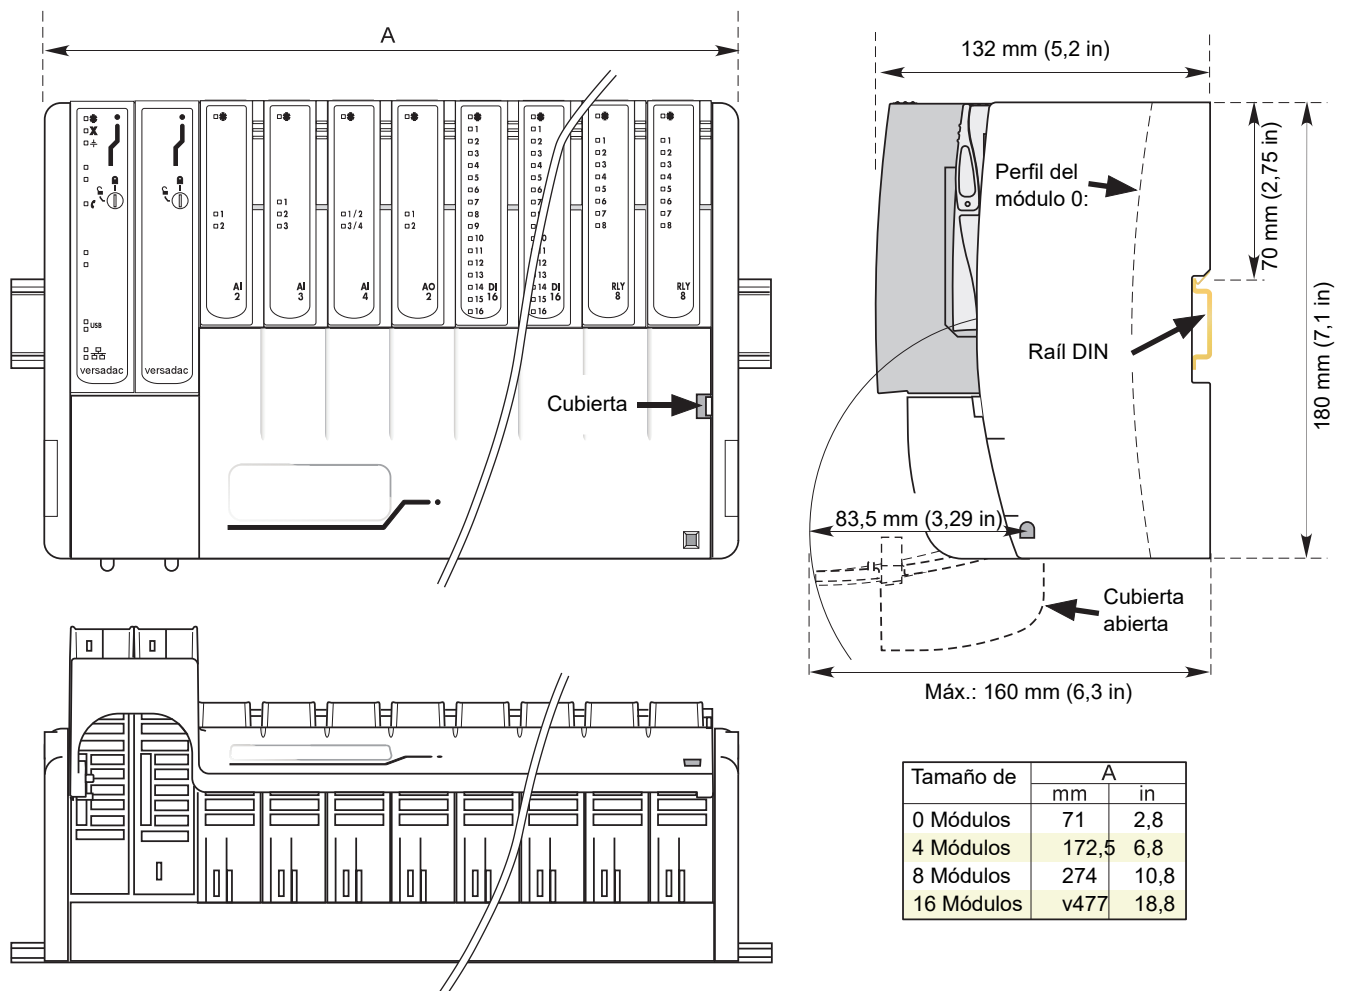
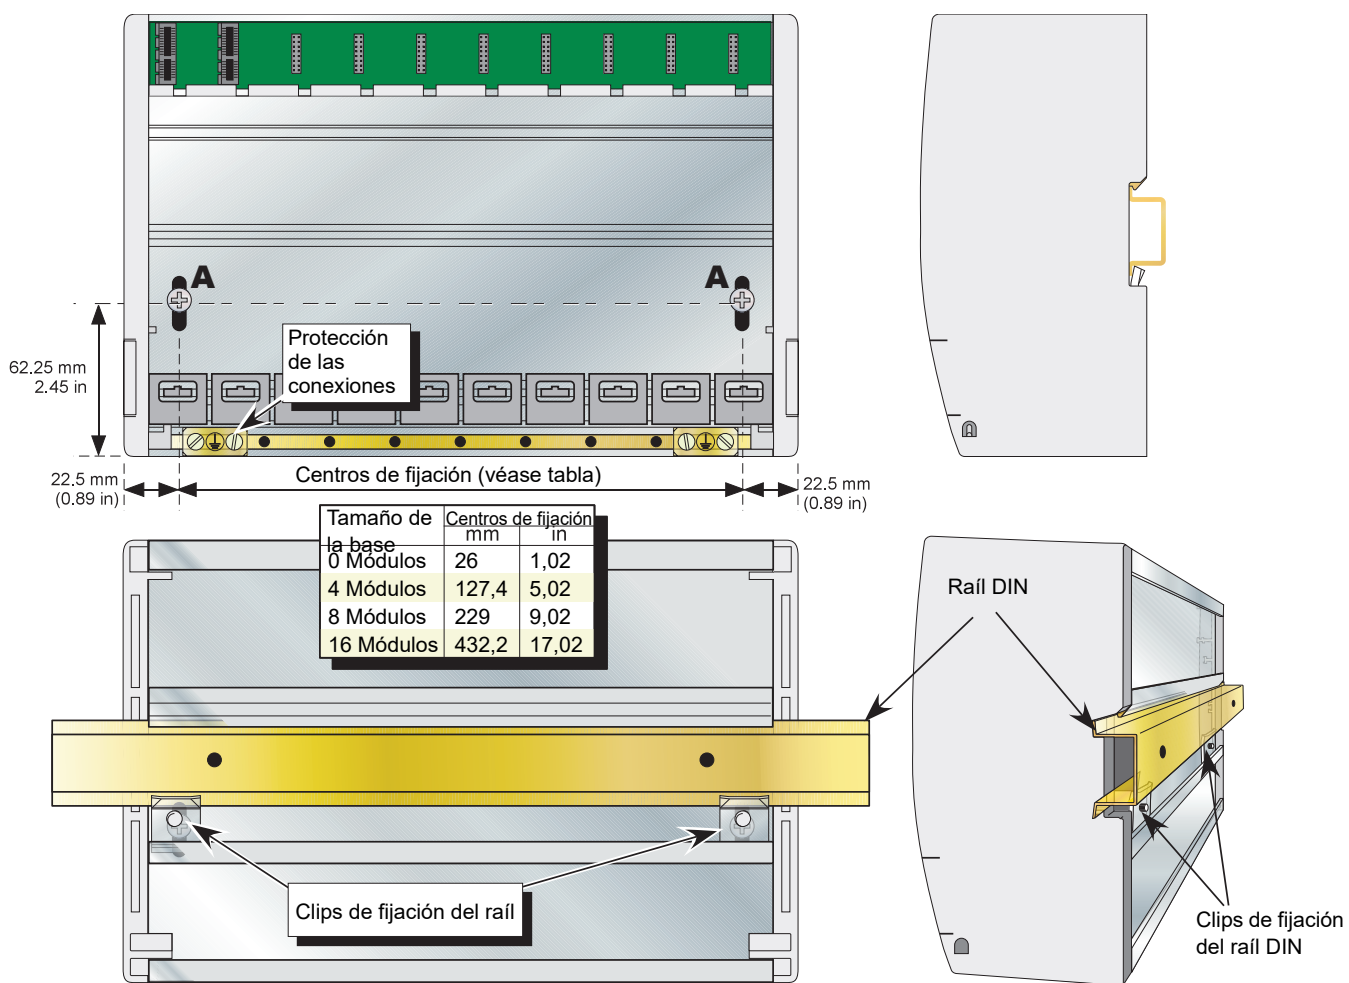
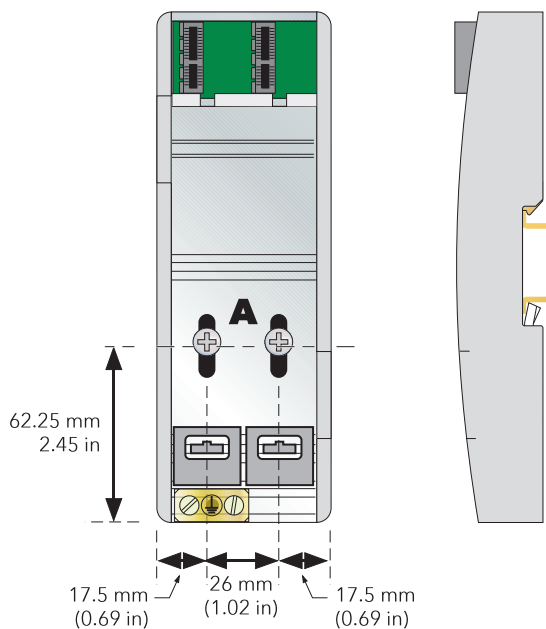

Figura 1 Dimensiones generales
Figura 2 Detalles de fijación
Figura 3 Detalles de una base sin módulos
Figura 1 proporciona detalles sobre las dimensiones; Figura 2 proporciona detalles de fijación
2. Afloje los tornillos («A» en Figura 2 y Figura 3) de la unidad base dos o tres vueltas y permita que tanto ellos como los clips de fijación correspondientes se deslicen hasta el fondo de la ranura del tornillo.
3. Baje la unidad base sobre el carril DIN de forma que el borde superior del riel encaje en la ranura en la parte inferior de la barra de soporte (véase Figura 2 y Figura 3).
4. Deslice los tornillos (A) y los clips correspondientes tanto como pueda hacia la parte superior de las ranuras para tornillos y compruebe que la parte superior de cada clip de fijación se encuentre por detrás del borde inferior del carril DIN.
1. Retire los tornillos («A» en Figura 2 y Figura 3) y los clips de fijación correspondientes.
A continuación, Figura 2 y el texto adjunto ofrecen detalles sobre la toma a tierra.